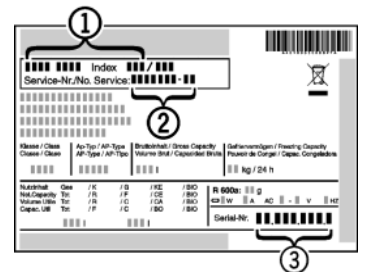

Fig. 17
- ▶ Denominación del aparato *Fig. 17 (1)*, nº del servicio técnico *Fig. 17 (2)* y nº de serie *Fig. 17 (3)* en la placa de identificación. La placa de identificación se encuentra en la parte interior izquierda del aparato.
- ▶ Informe al servicio postventa e indique el fallo, la denominación del aparato *Fig. 17 (1)*, el nº del servicio técnico *Fig. 17 (2)* y el nº de serie *Fig. 17 (3)* .